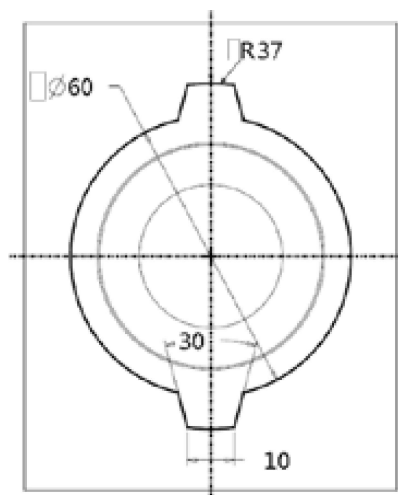

图4-12 绘制截面
Step 31 以原点为中心，绘制一个截面，如图4-12所示。